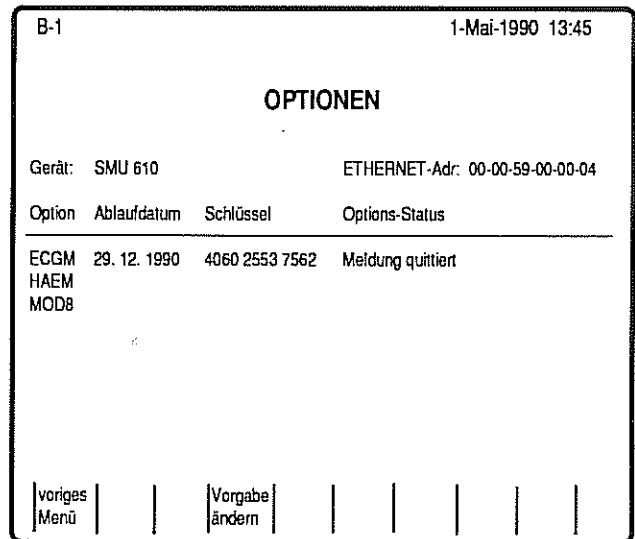

Bild 52
- * Quittieren Sie diesen Hinweis mit der Taste **CW**. Im Optionen-Bild erscheint dann "Meldung quittiert" (Bild 52).